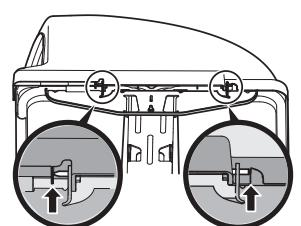

Figure 10
- L'axe de charnière s'enclenche et est fixé par l'encoche sous le couvercle du bac récupérateur. Voir les encadrés de la Figure 10.